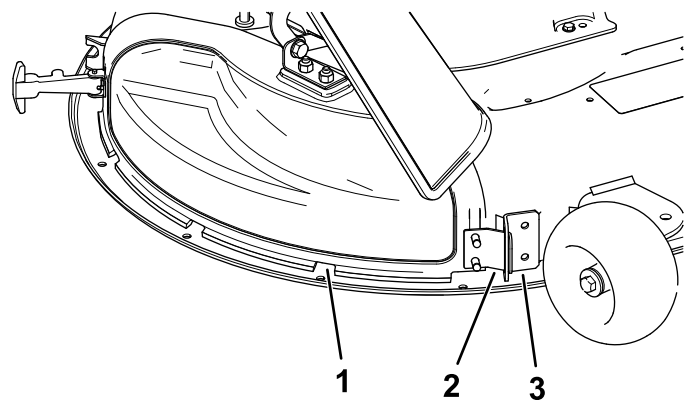

Figuur 11
3. Maak de buigbare vergrendeling los van de grendelhouder op de afvoerafsluiter en kantel de afvoerafsluiter naar rechts (Figuur 11).
6. Bevestig de afvoerafsluiter aan het maaidek door de buigbare vergrendeling op de afvoerafsluiter te bevestigen aan de houder op het maaidek (Figuur 11).